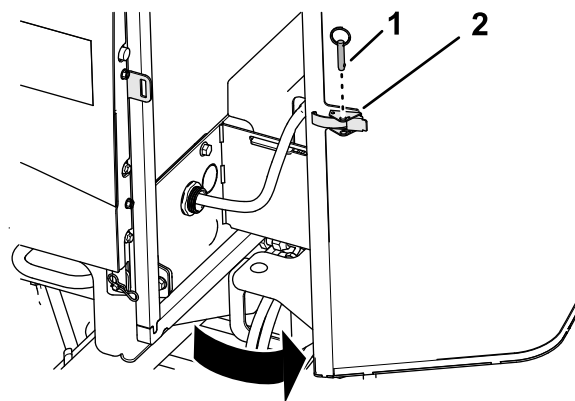

Figure 95
1. Retirez la goupille sphérique du verrou de la protection (Figure 95).